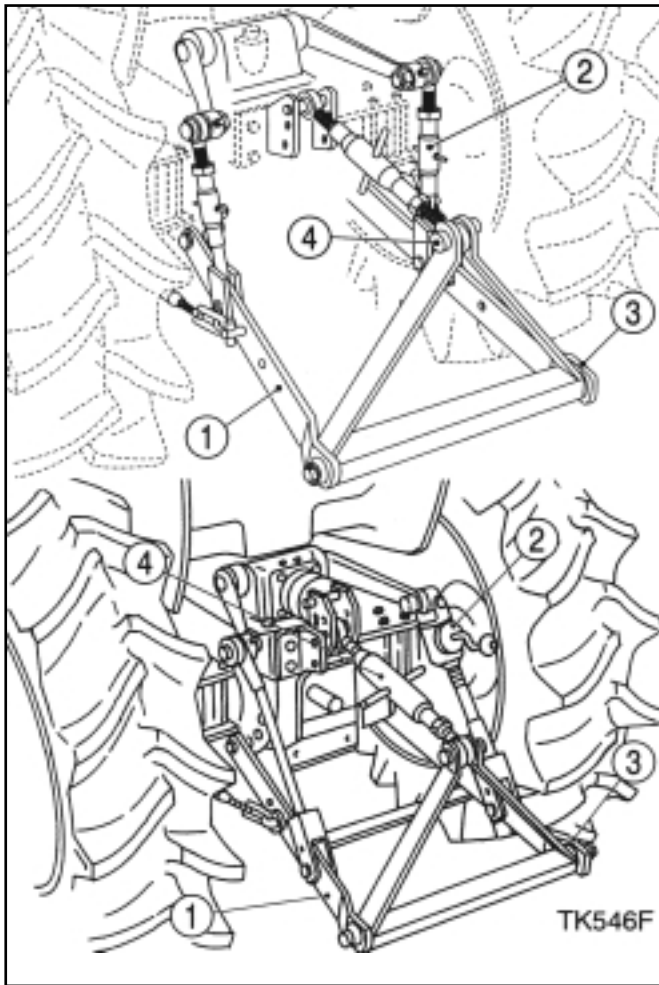

FIG. 59 / ABB. 59 / FIG. 59
Glissez la boule de la tige inférieure gauche (1) dans la Fig. 59 autour de la goupille de l'accessoire et montez une goupille de sécurité.
Attachez la tige supérieure (4) dans la Fig. 59 à la partie supérieure du cadre de l'attelage à l'aide de la goupille fournie avec le tracteur. Tournez la partie centrale de la tige pour l'allonger ou la raccourcir, et alignez l'accessoire de l'avant à l'arrière.
Den Kugelkopf des unteren Lenkers (1) gemäß Abb. 59 auf den Tragzapfen des Anbaugeräts schieben und mit der Lünse sichern.
Schuif de kogel van de linkse hefarm (1) in Fig.59 over de overeenkomstige pen op het werktuig en vergrendel met de borgpen.